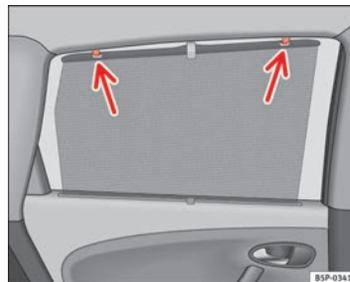

Fig. 84 Cortina porta traseira
- Desenrole a cortina e engate-a nos ganchos situados na moldura superior da porta ⇒ Fig. 84.